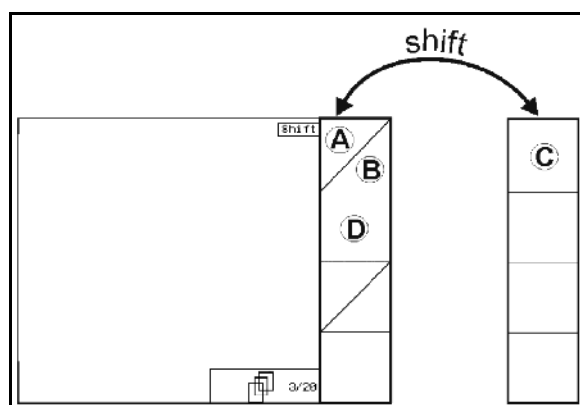

Fig. 10
- La acționarea tastei Shift, apar și alte câmpuri funcționale (Fig. 10) și alocarea tastelor funcționale se modifică în mod corespunzător.